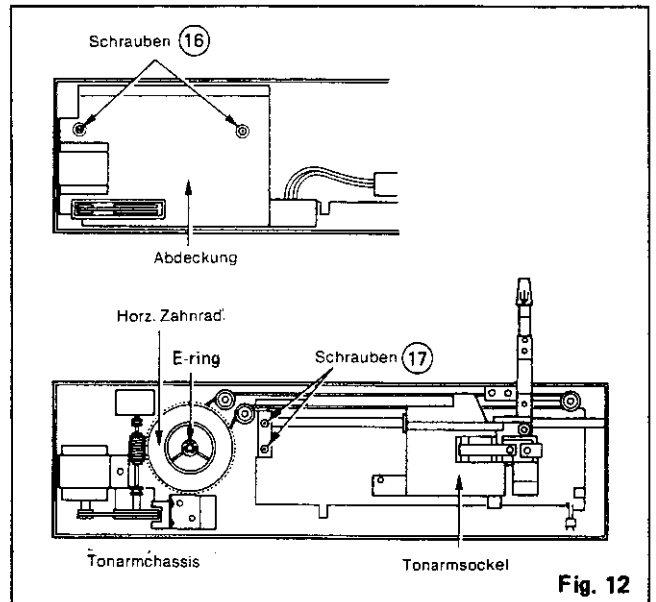

Fig. 12
2) Entfernen Sie die zwei Schrauben 16 und nehmen Sie die in Abb. 12 gezeigte Abdeckung ab.
4) Da der Tonarm mit dem Antriebsseil verbunden ist, entfernen Sie den Sprengring und ziehen Sie das Zahnrad ab (siehe Abb. 12).